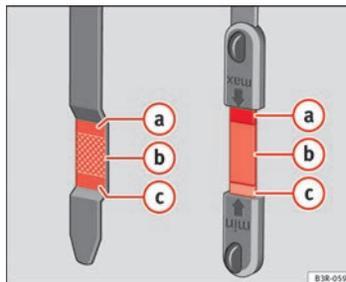

Fig. 171 Zonas marcadas en la varilla de medición de aceite
- A continuación, vuelva a extraerla y compruebe el nivel de aceite ⇒ fig. 171. En caso necesario, reponga aceite del motor ⇒ página 245.